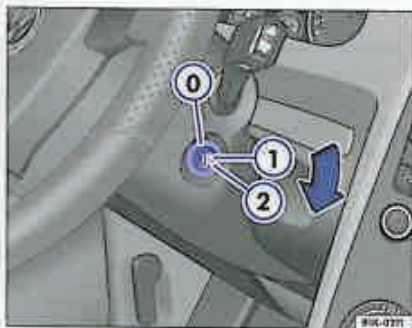

Fig. 1 Imagine de referință: Pozitiile cheii în contact.
În poziția ⇒ fig. 1 0 contactul este luat și motorul oprit, volanul poate fi blocat.
– Pentru pornirea motorului rotiți cheia în poziția ⇒ pagina 2, fig. 1" ②.
– Rotiți cheia de contact în poziția ⇒ pagina 2, fig. 1" ① - când se efectuează preîncălzirea motorului, se aprinde lampa de control pentru preîncălzire 🟡.
– Când lampa de control nu (mai) este aprinsă, rotiți cheia în poziția ②, pentru a porni motorul - nu accelerați.